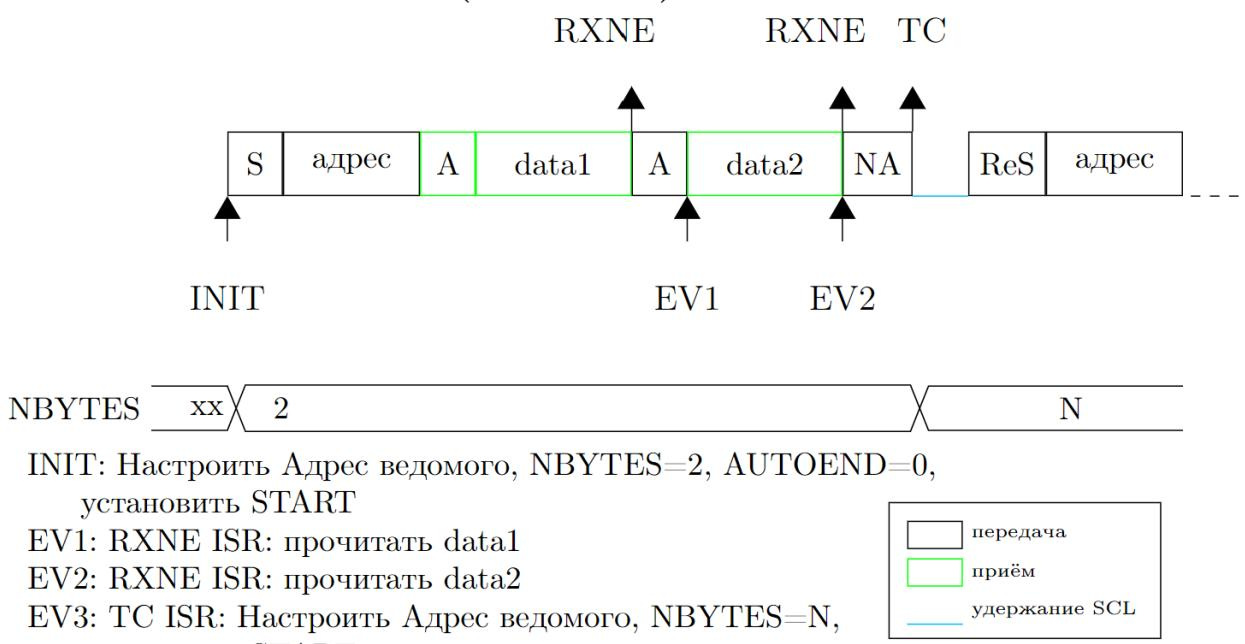

Рисунок 44 – Приём данных ведущим
- с завершением программой (AUTOEND = 0), NACK отправляется автоматически после последнего полученного байта, взводится флаг TC и линия SCL удерживается для совершения программой следующий действий (рисунок 44):